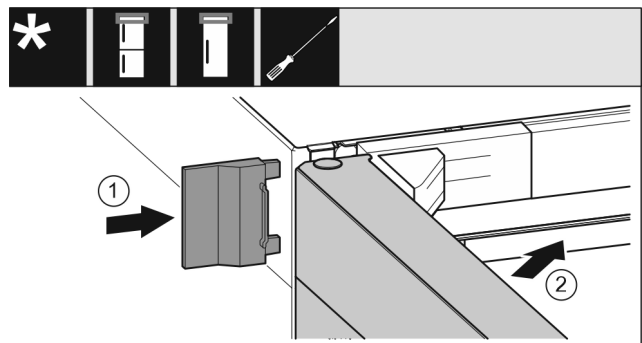

Fig. 21
- ▶ Shtyni kapakun mbulues të jashtëm. Fig. 21 (1)
► Mbyllni derën lart. Fig. 21 (2)